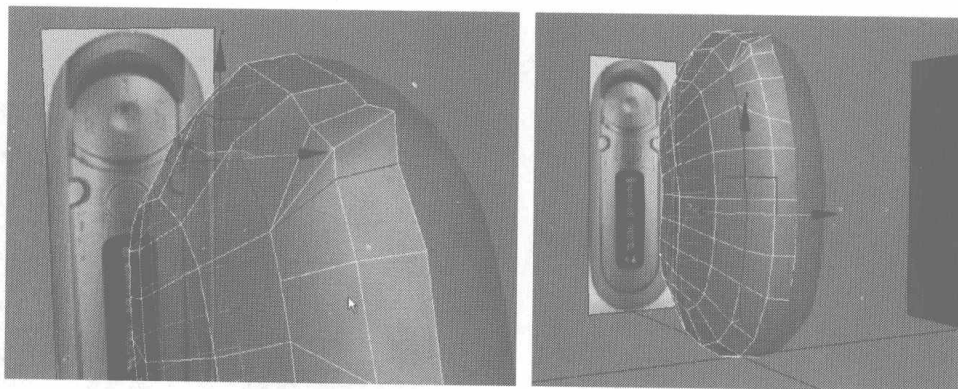

图 3.39
- 08** 分别选择如图 3.39 所示的边界线，在 Edit Edges 卷展栏中单击 **Split** 按钮，将该物体沿选择的曲线分割。